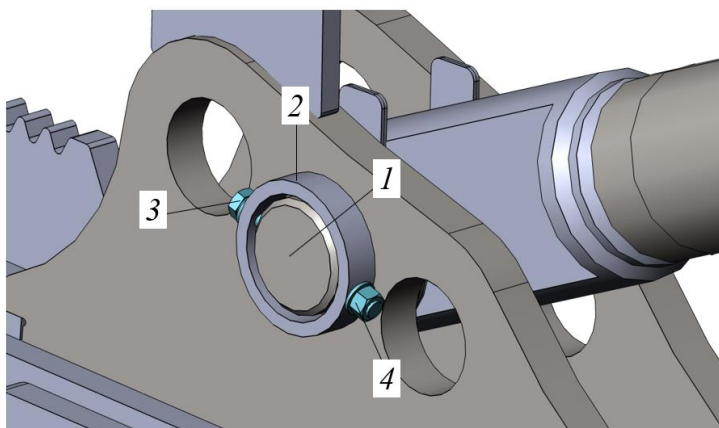

Рисунок 3.104. Центрирование отверстий гидроцилиндра перекоса отвала с толкающим брусом
- Зафиксировать палец 1 кольцом 2, используя болт 3, шайбы и гайку 4, см. рис. 3.104. Крепежное соединение (M16) затянуть моментом не более 280 Н*м.